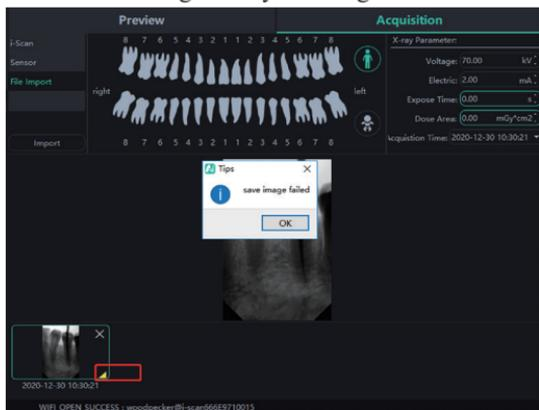
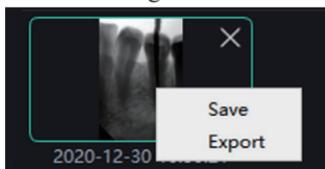

Figura 28
Figura 29
d) Durante la adquisición, pueden surgir problemas como la inestabilidad de la red, que provoquen un fallo al guardar la imagen. En este caso, aparece una marca de fallo de guardado de imagen en la esquina inferior derecha de la imagen. Haga clic con el botón derecho del ratón en la imagen y podrá exportarla a local y guardarla de nuevo, como se muestra en la Figura 28 y en la Figura 29.